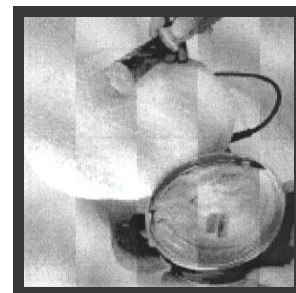

Fig.2
- 2.2 Cire en pâte : Étendez environ une cuillère à thé comble de cire sur toute la surface de la coiffe d'application (figure 2). N'appliquez PAS la cire directement sur la surface à cirer. (La plupart des cires sont en pâte ou en liquides. Avant d'utiliser une cire, lisez et respectez toutes les instructions concernant les utilisations appropriées.)